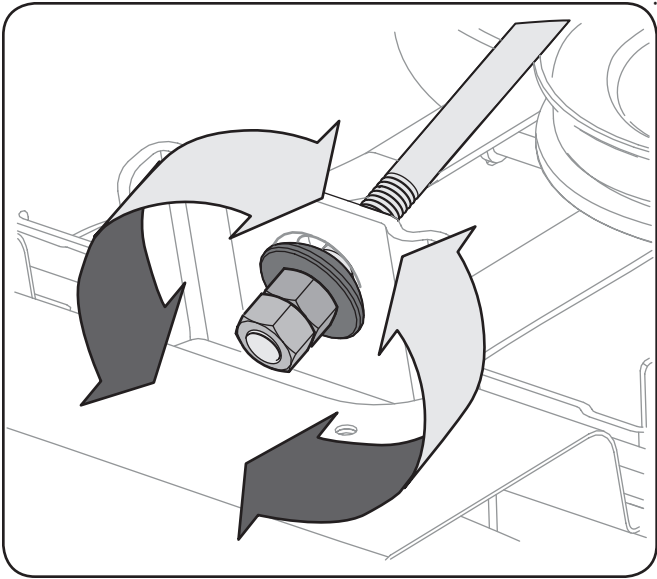

Figure 6-5
3. Desserrez, sans le retirer, le boulon hex. sur le crochet de support gauche arrière du plateau de coupe. Voir la Figure 6-5
2. Mesurez la distance de l'extrémité avant de la lame au sol et l'extrémité arrière de la lame au sol. Le premier relevé doit mesurer de 1/4 à 3/8es de po de moins que le deuxième. Déterminez la distance approximative nécessaire pour un bon ajustement, puis passez à l'étape suivante si besoin est. Pour relever l'avant du plateau de coupe, retirez le capuchon, desserrez l'écrou supérieur, puis resserrez l'écrou inférieur (vers le support de relevage). Voir Figure 6-5. Après avoir complété le réglage, resserrez l'écrou supérieur et remplacez le capuchon.
6. Pour abaisser l'avant du plateau de coupe, retirez le capuchon, desserrez l'écrou supérieur, puis desserrez l'écrou inférieur (en l'éloignant du support de relevage). Voir Figure 6-5. Après avoir complété le réglage, resserrez l'écrou supérieur et remplacez le capuchon.
4. Utilisez une clé pour relever ou abaisser le côté gauche du plateau de coupe en tournant la roulette de réglage. Voir la Figure 6-5.